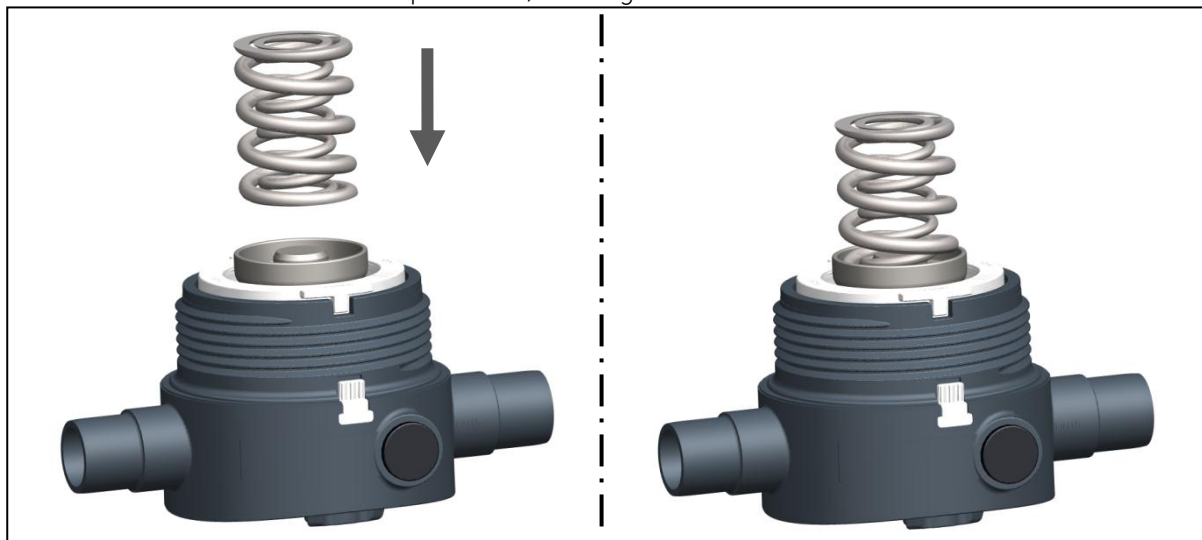

Fig. 15
- Poser le ressort sur le compresseur, voir Fig. 15.